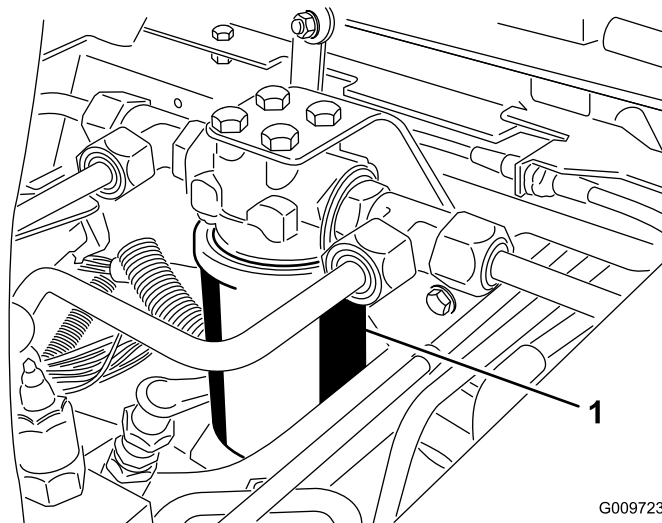
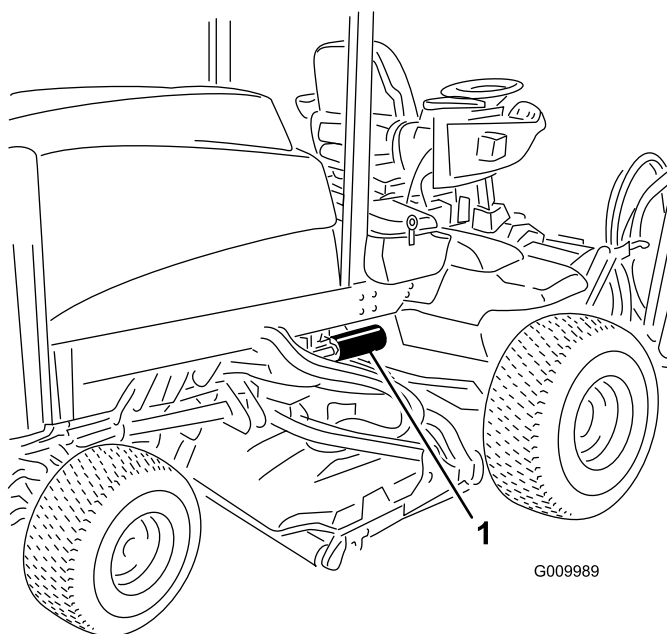

Figura 56
Figura 57
2. Limpe a zona em torno da montagem do filtro. Coloque um recipiente de escoamento debaixo do filtro e retire o filtro (Figura 56 e Figura 57).